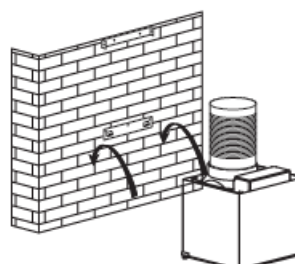
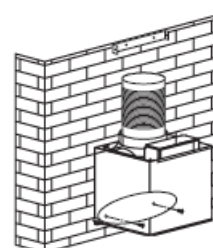

Fig. 5
Fig. 6
- Coloque o bloco do motor no encaixe (fig. 5) e os 2 parafusos de segurança (fig. 6).